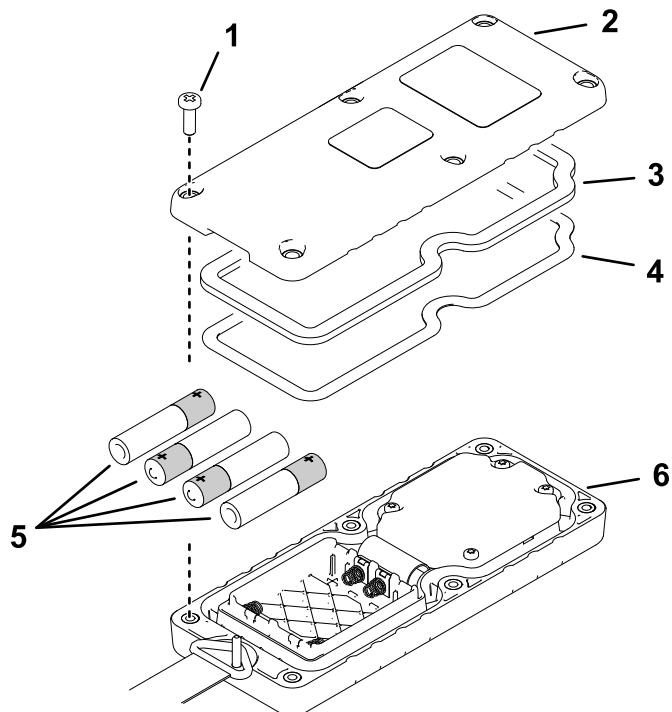

Figure 7
2. Placez chaque pile dans un des emplacements du logement en respectant la polarité (Figure 7).
- Veillez à bien engager le joint en acier et le joint en caoutchouc dans la gorge de la télécommande puis remettez le couvercle arrière en place (Figure 7).
- Fixez le couvercle avec 6 vis (Figure 7) serrées à un couple de 1,5 à 1,7 N·m (13 à 15 po-lb).